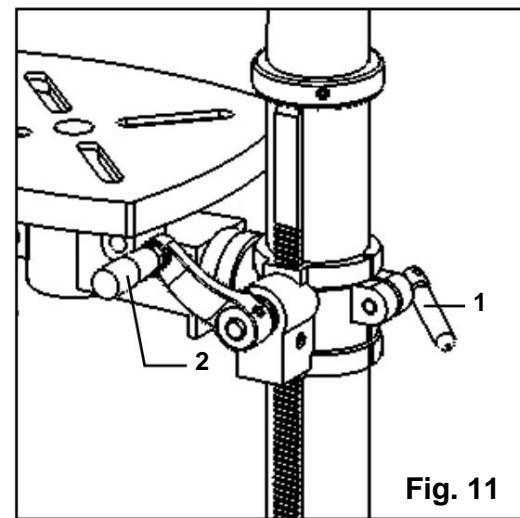

Fig. 11
HÖJ ELLER SÄNK BORDET (FIG. 11)
1. Lossa stödlåshandtaget (fig. 11 - 1) och vrid vevhandtaget (fig. 11 - 2) tills bordet är i önskad höjd.
ROTERA BORDET (FIG. 11)
1. Lossa stödlåshandtaget (fig. 11 - 1) och vrid bordet runt pelaren till önskat läge.